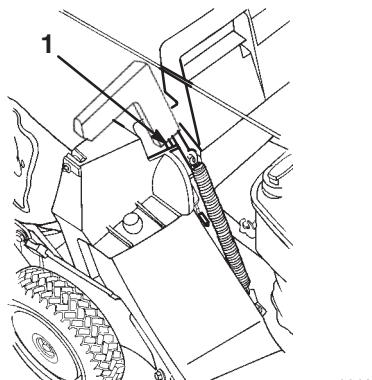

**Bild 14**
2. Stellen Sie sicher, dass der Griff an der Auswurfkanalklappe ganz nach vorne gestellt wird und dass der Stift den Riegel berührt (Bild 14).
3. Schieben Sie das Loch im Korbrahmen auf den Haltepfosten am Gehäuse (Bild 14).
- Heben Sie den Griff der Auswurfkanalklappe an und ziehen ihn nach vorne, bis der Stift den Riegel berührt (Bild 14).